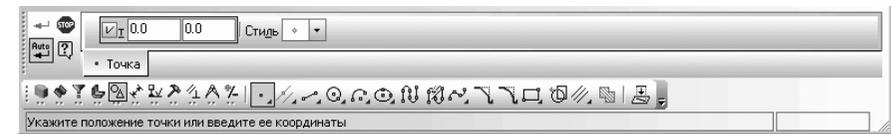

Рис. 3.74. Панель свойств: Точка, компактная панель и Строка сообщений
- щелкните на **Компактной панели** по кнопке переключателю  – **Геометрия**, а затем по кнопке  – **Точка**. На экране появится соответствующая **Панель свойств: Точка** (рис. 3.74);